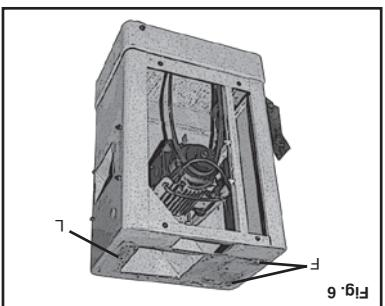

Fig. 6
3. Apriete los tres orificios (F) y (L) Fig. 6 en la parte superior del gabinete con los tres tornillos (C) que viene en la base del gabinete. Fig. 7, tres rondanas planas (H), tres rondanas de aluminio M10 (G) Fig. 7, tres rondanas planas (H), tres rondanas de presión (J) y tres tuercas hexagonales (K).